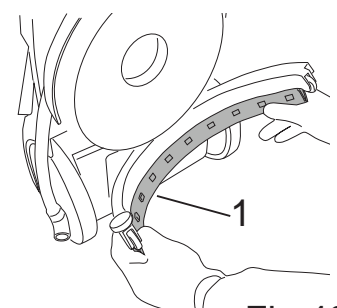

Fig.43
- Trek aan de strippen, op deze manier wordt de groep verwijderd (Fig.43-Ref.1).